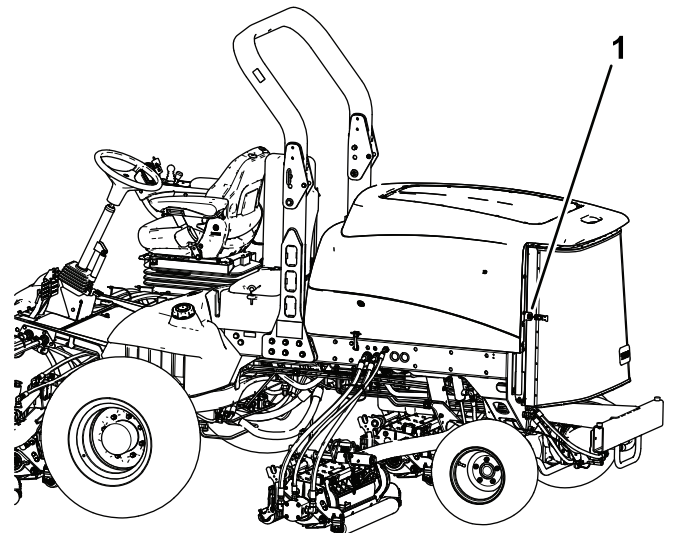

図 76
- 後部スクリーンのラッチを外してスクリーンを開く 図 76。